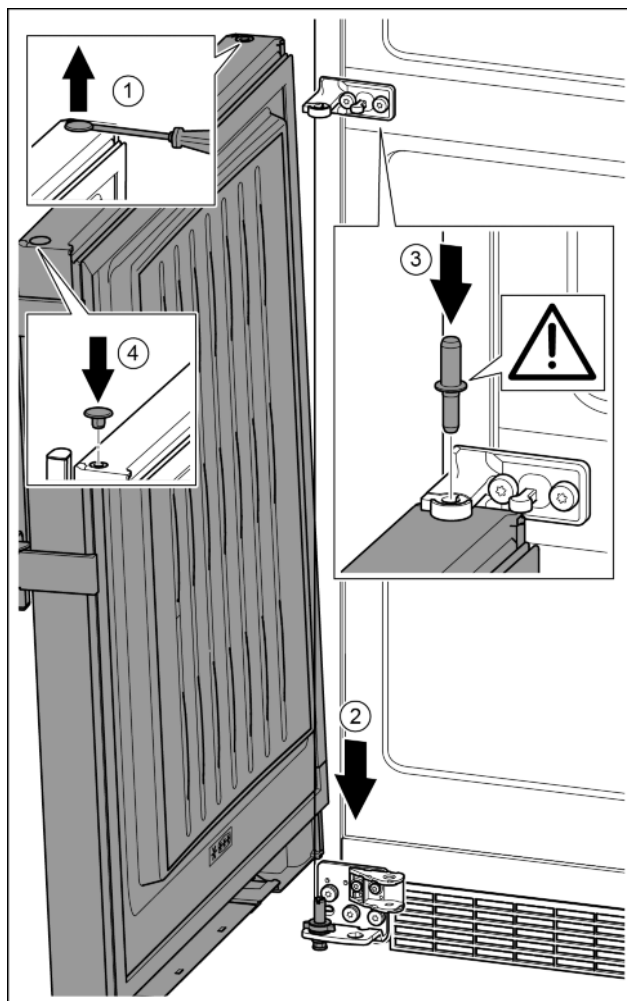

Fig. 33
- ▶ Осторожно приподнять шлицевой отверткой заглушку и вынуть ее. Fig. 33 (1)
- ▶ Установить дверь сверху на нижний опорный палец. Fig. 33 (2)
- ▶ Вставить средний опорный палец через средний опорный кронштейн в нижнюю дверь. При этом следить за тем, чтобы выступ фиксатора был направлен назад. Fig. 33 (3)
- ▶ Заглушку снова вставить с другой стороны. Fig. 33 (4)